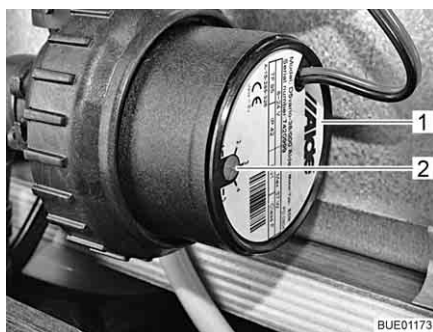

Fig. 196 Réduction de la vitesse de rotation
Le bouton tournant (Fig. 196,2) permet de régler la vitesse de rotation du circulateur. Une faible vitesse de rotation réduit les bruits de fonctionnement de la pompe.
Le bouton tournant se trouve sur le circulateur (Fig. 196,1).
- Tourner le bouton tournant (Fig. 196,2) dans le sens inverse des aiguilles d'une montre. La puissance est réduite.